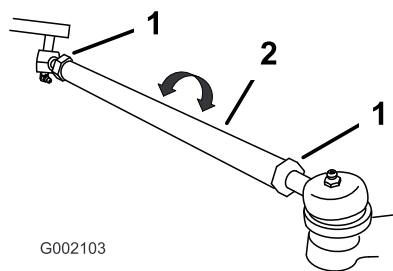

Figura 35
7. Se la misura non rientra nel campo specificato di 0–6 mm, allentate i controdadi da ambo i lati dei tiranti (Figura 35).